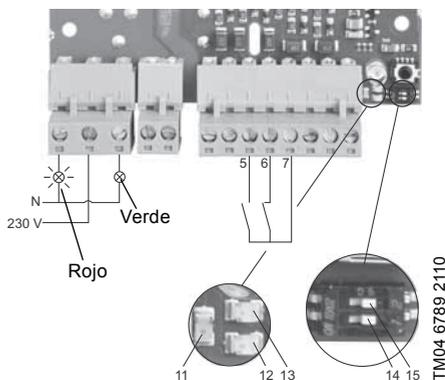

Fig. 9 Detección del nivel alto de agua
Ver fig. 9.
Utilizar el terminal (pos. 6) cuando se utiliza un contacto NC para indicar el nivel alto de agua. Ver fig. 9.
El indicador luminoso verde que indica un funcionamiento normal está apagado. El LED1 (pos. 11) parpadea. El número de parpadeos indica la alarma actual. Ver sección 7.1.1 Alarmas y avisos del sistema y fig. 9.